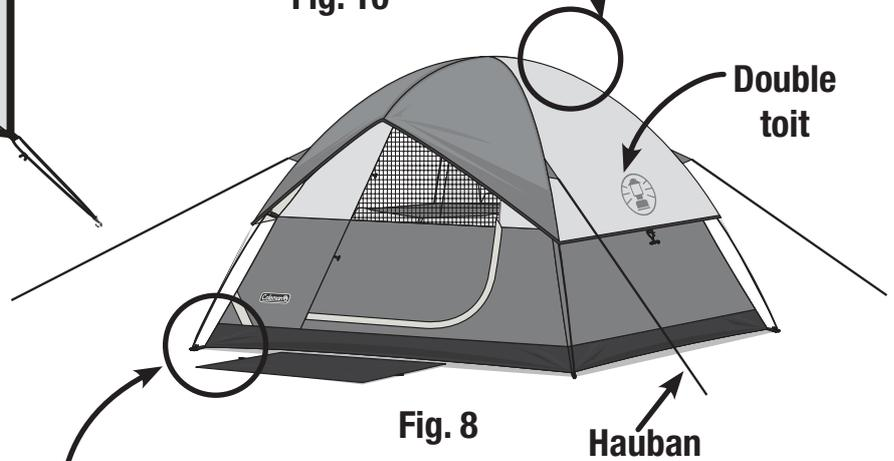

Fig. 8
- Étalez le double toit sur la tente intérieure. (Fig. 8)
- Attachez et ancrez les haubans. (Fig. 8)